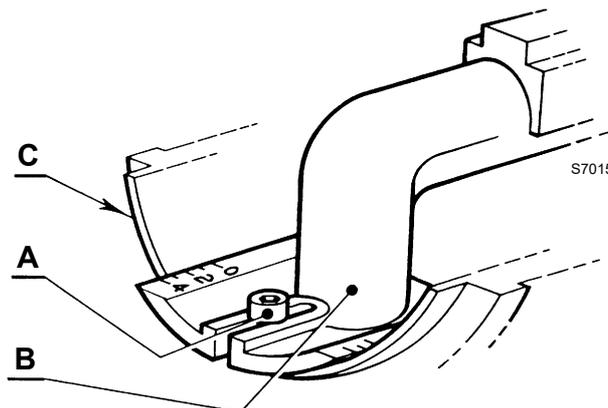

Fig. 11
- desserrer la vis A)(Fig. 11), déplacer le coude B) afin que le plan arrière du manchon C) coïncide avec l'encoche souhaitée;